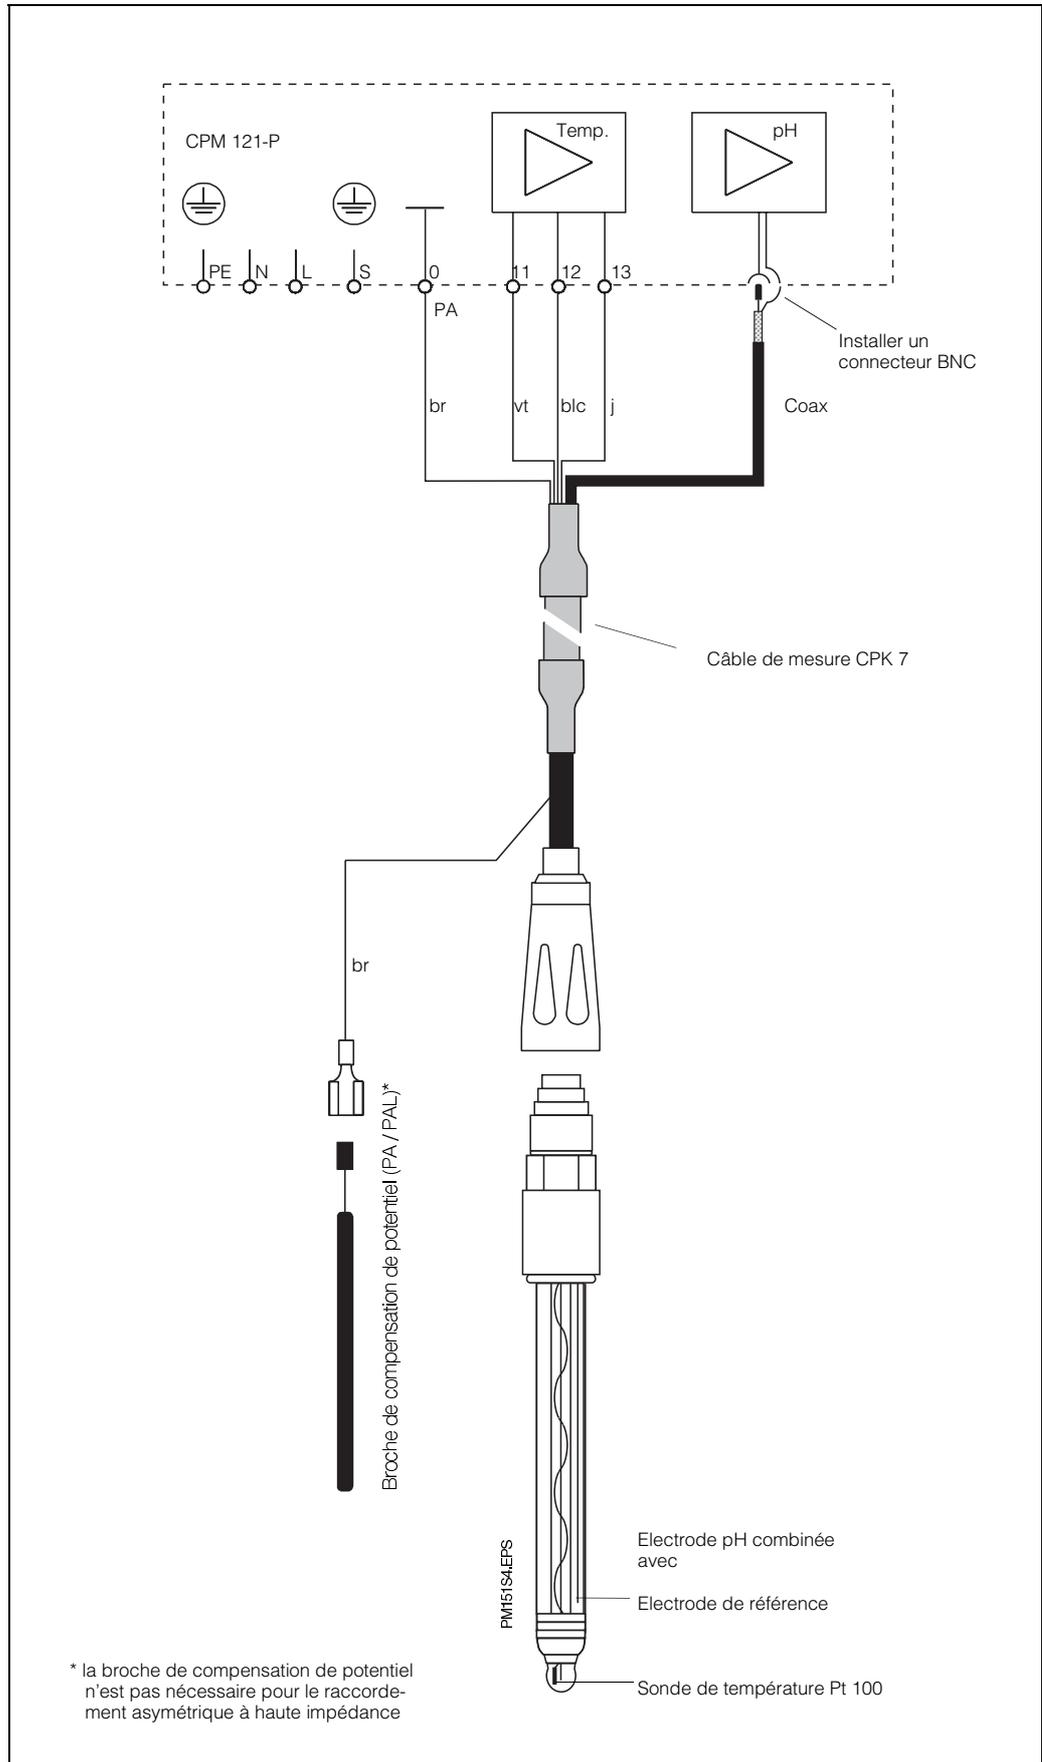

Fig. 4.16 : Electrode pH combinée, broche de compensation de potentiel et câble de mesure CPK 7
- Raccordements symétriques à haute impédance fig. 4.16, 4.17
La broche de compensation de potentiel de la sonde doit être raccordée à la borne 0 du transmetteur (voir fig. 4.16 et 4.17).